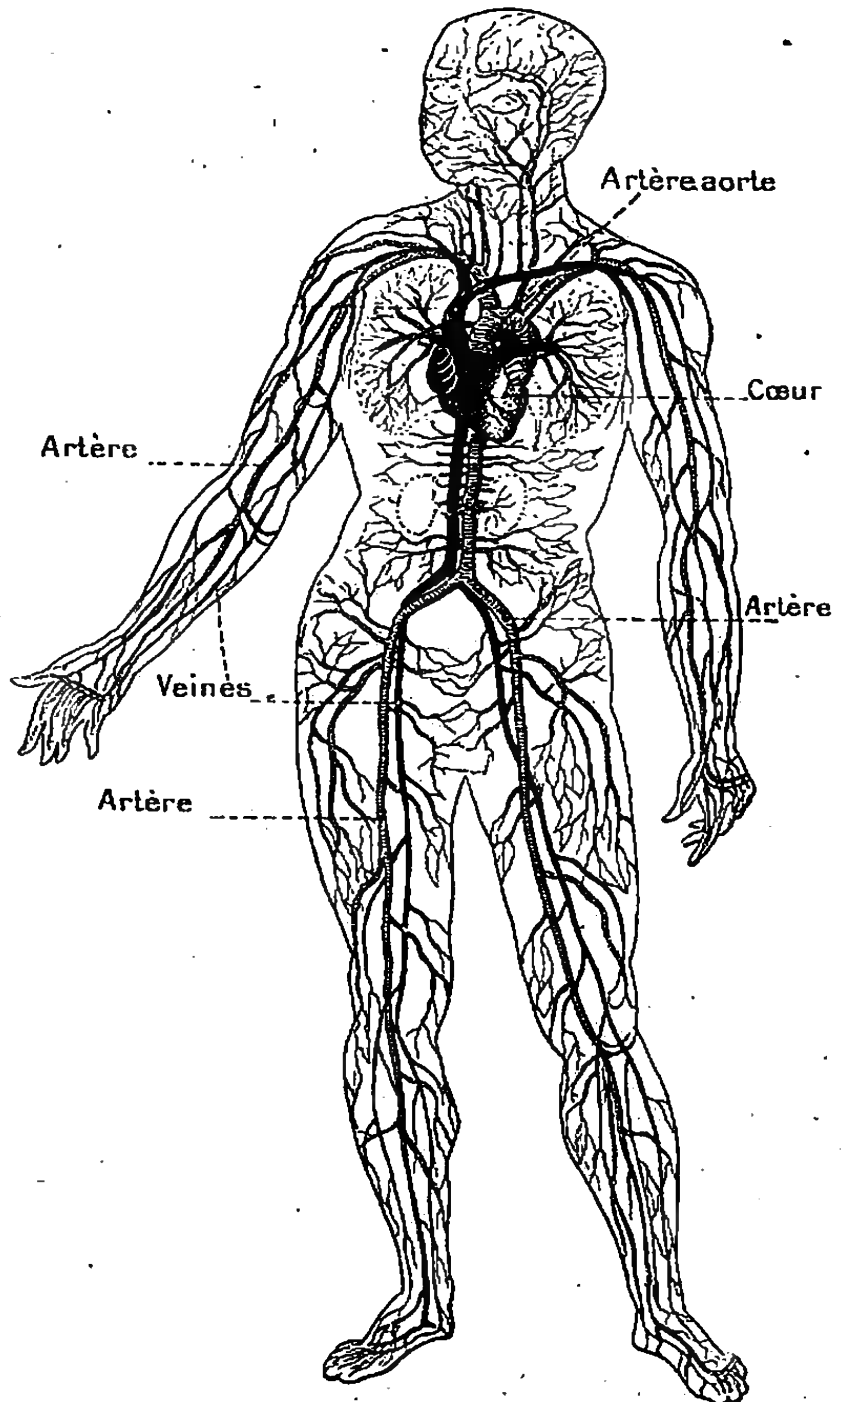

Fig. 143. — Appareil circulatoire.
2. Le sang porte dans tout le corps les matières nutritives et en ramène les déchets. — L'ensemble de ses mouvements s'appelle *circulation*. L'appareil circulatoire (*fig. 143*) comprend le cœur, les artères et les veines.